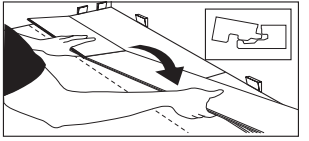

Figure 8
- Continuez d'installer les planches entières dans la deuxième rangée en inclinant le côté court de la planche suivante de la rangée pour l'emboîter dans la planche qui la précède (fig. 8). Placez la planche de sorte que son côté long soit près des planches de la rangée précédente et qu'il chevauche leurs rainures.